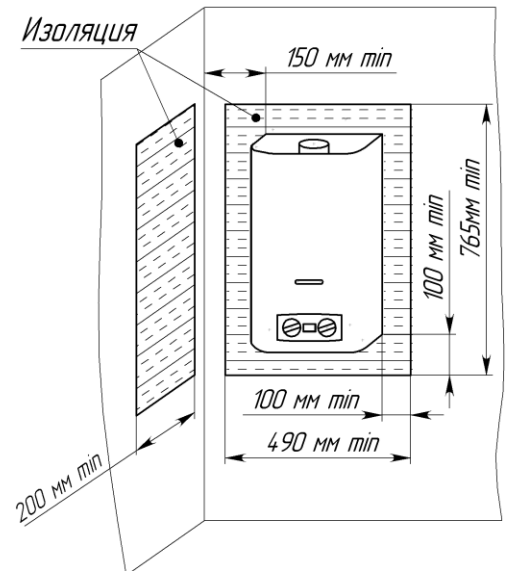

Рис. 5. Установка аппарата на трудносгораемых стенах
7.1.6. Допускается установка аппарата на трудносгораемых стенах при условии изоляции стены оцинкованным листом толщиной 0,8...1 мм по листу базальтового теплоизоляционного картона БТК толщиной 3...5 мм. Изоляция стены должна выступать за габариты корпуса аппарата не менее чем на 100 мм с каждой стороны (рис. 5).